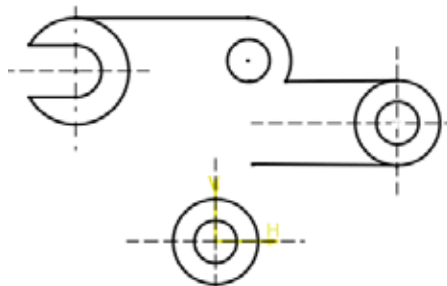

图5-53 修剪图形
- 06 利用【快速修剪】命令，先修剪图形。如图5-53所示。